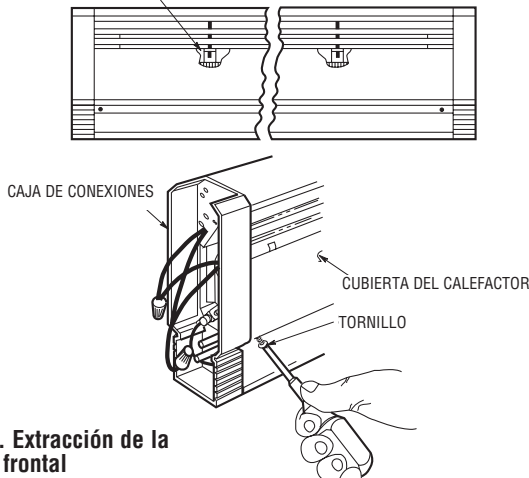

Figura 4. Extracción de la cubierta frontal
4. Reire la cubierta frontal del calefactor quitando los tornillos de las esquinas inferiores. Tire de la parte inferior de la cubierta hacia afuera, y separe la parte superior de la cubierta de la caja de conexiones. Repita el procedimiento para el extremo opuesto. Desprenda la parte superior de la cubierta de la escuadra central y de los soportes intermedios. Vea la Figura 4.